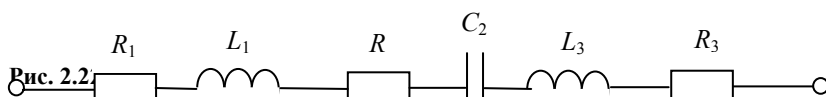

Рис. 2.22
2.2.7. В последовательной электрической цепи (рис. 2.22) известны следующие параметры:  $R_1 = 5$  Ом;  $X_{L1} = 10$  Ом;  $R_2 = 3$  Ом;  $X_{C2} = 15$  Ом;  $R_3 = 4$  Ом;  $X_{L3} = 21$  Ом. Определить эквивалентное комплексное сопротивление и его модуль. Пояснить, что комплексное сопротивление характеризует все свойства электрической цепи.